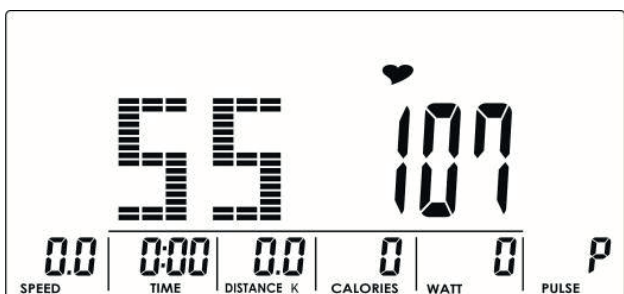
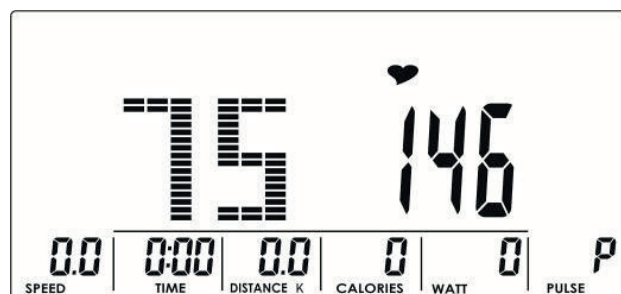
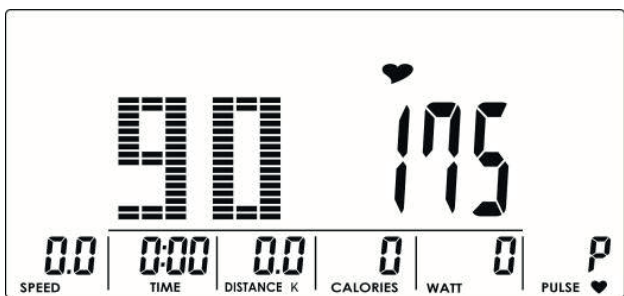
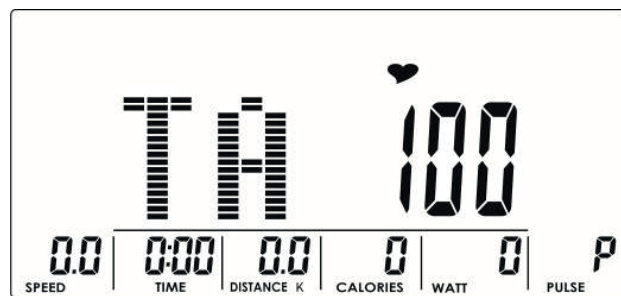

Abbildung 11
Abbildung 12
Abbildung 13
Abbildung 14
2. Wählen Sie 55 % (Abb. 11), 75 % (Abb. 12), 90 % (Abb. 13) oder TAG (Zielherzfrequenz, Vorgabewert: 100) (Abb. 14) mit den UP oder DOWN Tasten. Wenn Sie TAG auswählen, geben Sie einen Wert von 30 bis 230 mit den UP oder DOWN Tasten ein.